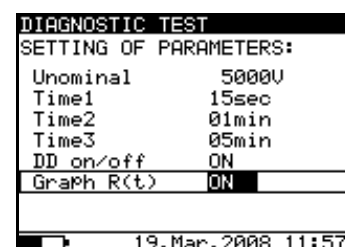

Bild 20. Einstellmenü für die Messung bei der Diagnoseprüfung
- Drücken Sie die Taste **SELECT**; das Einstellmenü erscheint im Display, siehe **Bild 20**.